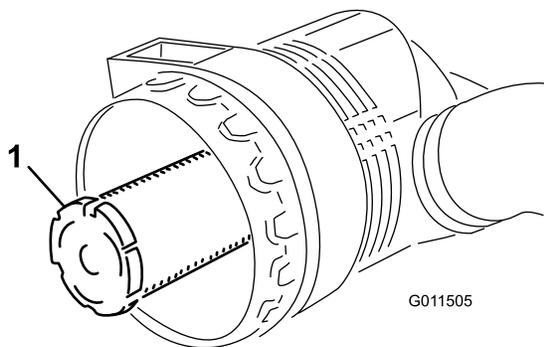

Figura 87
**Importante:** No intente nunca limpiar el filtro de seguridad (Figura 87). Sustituya el filtro de seguridad por uno nuevo después de cada tres revisiones del filtro primario.